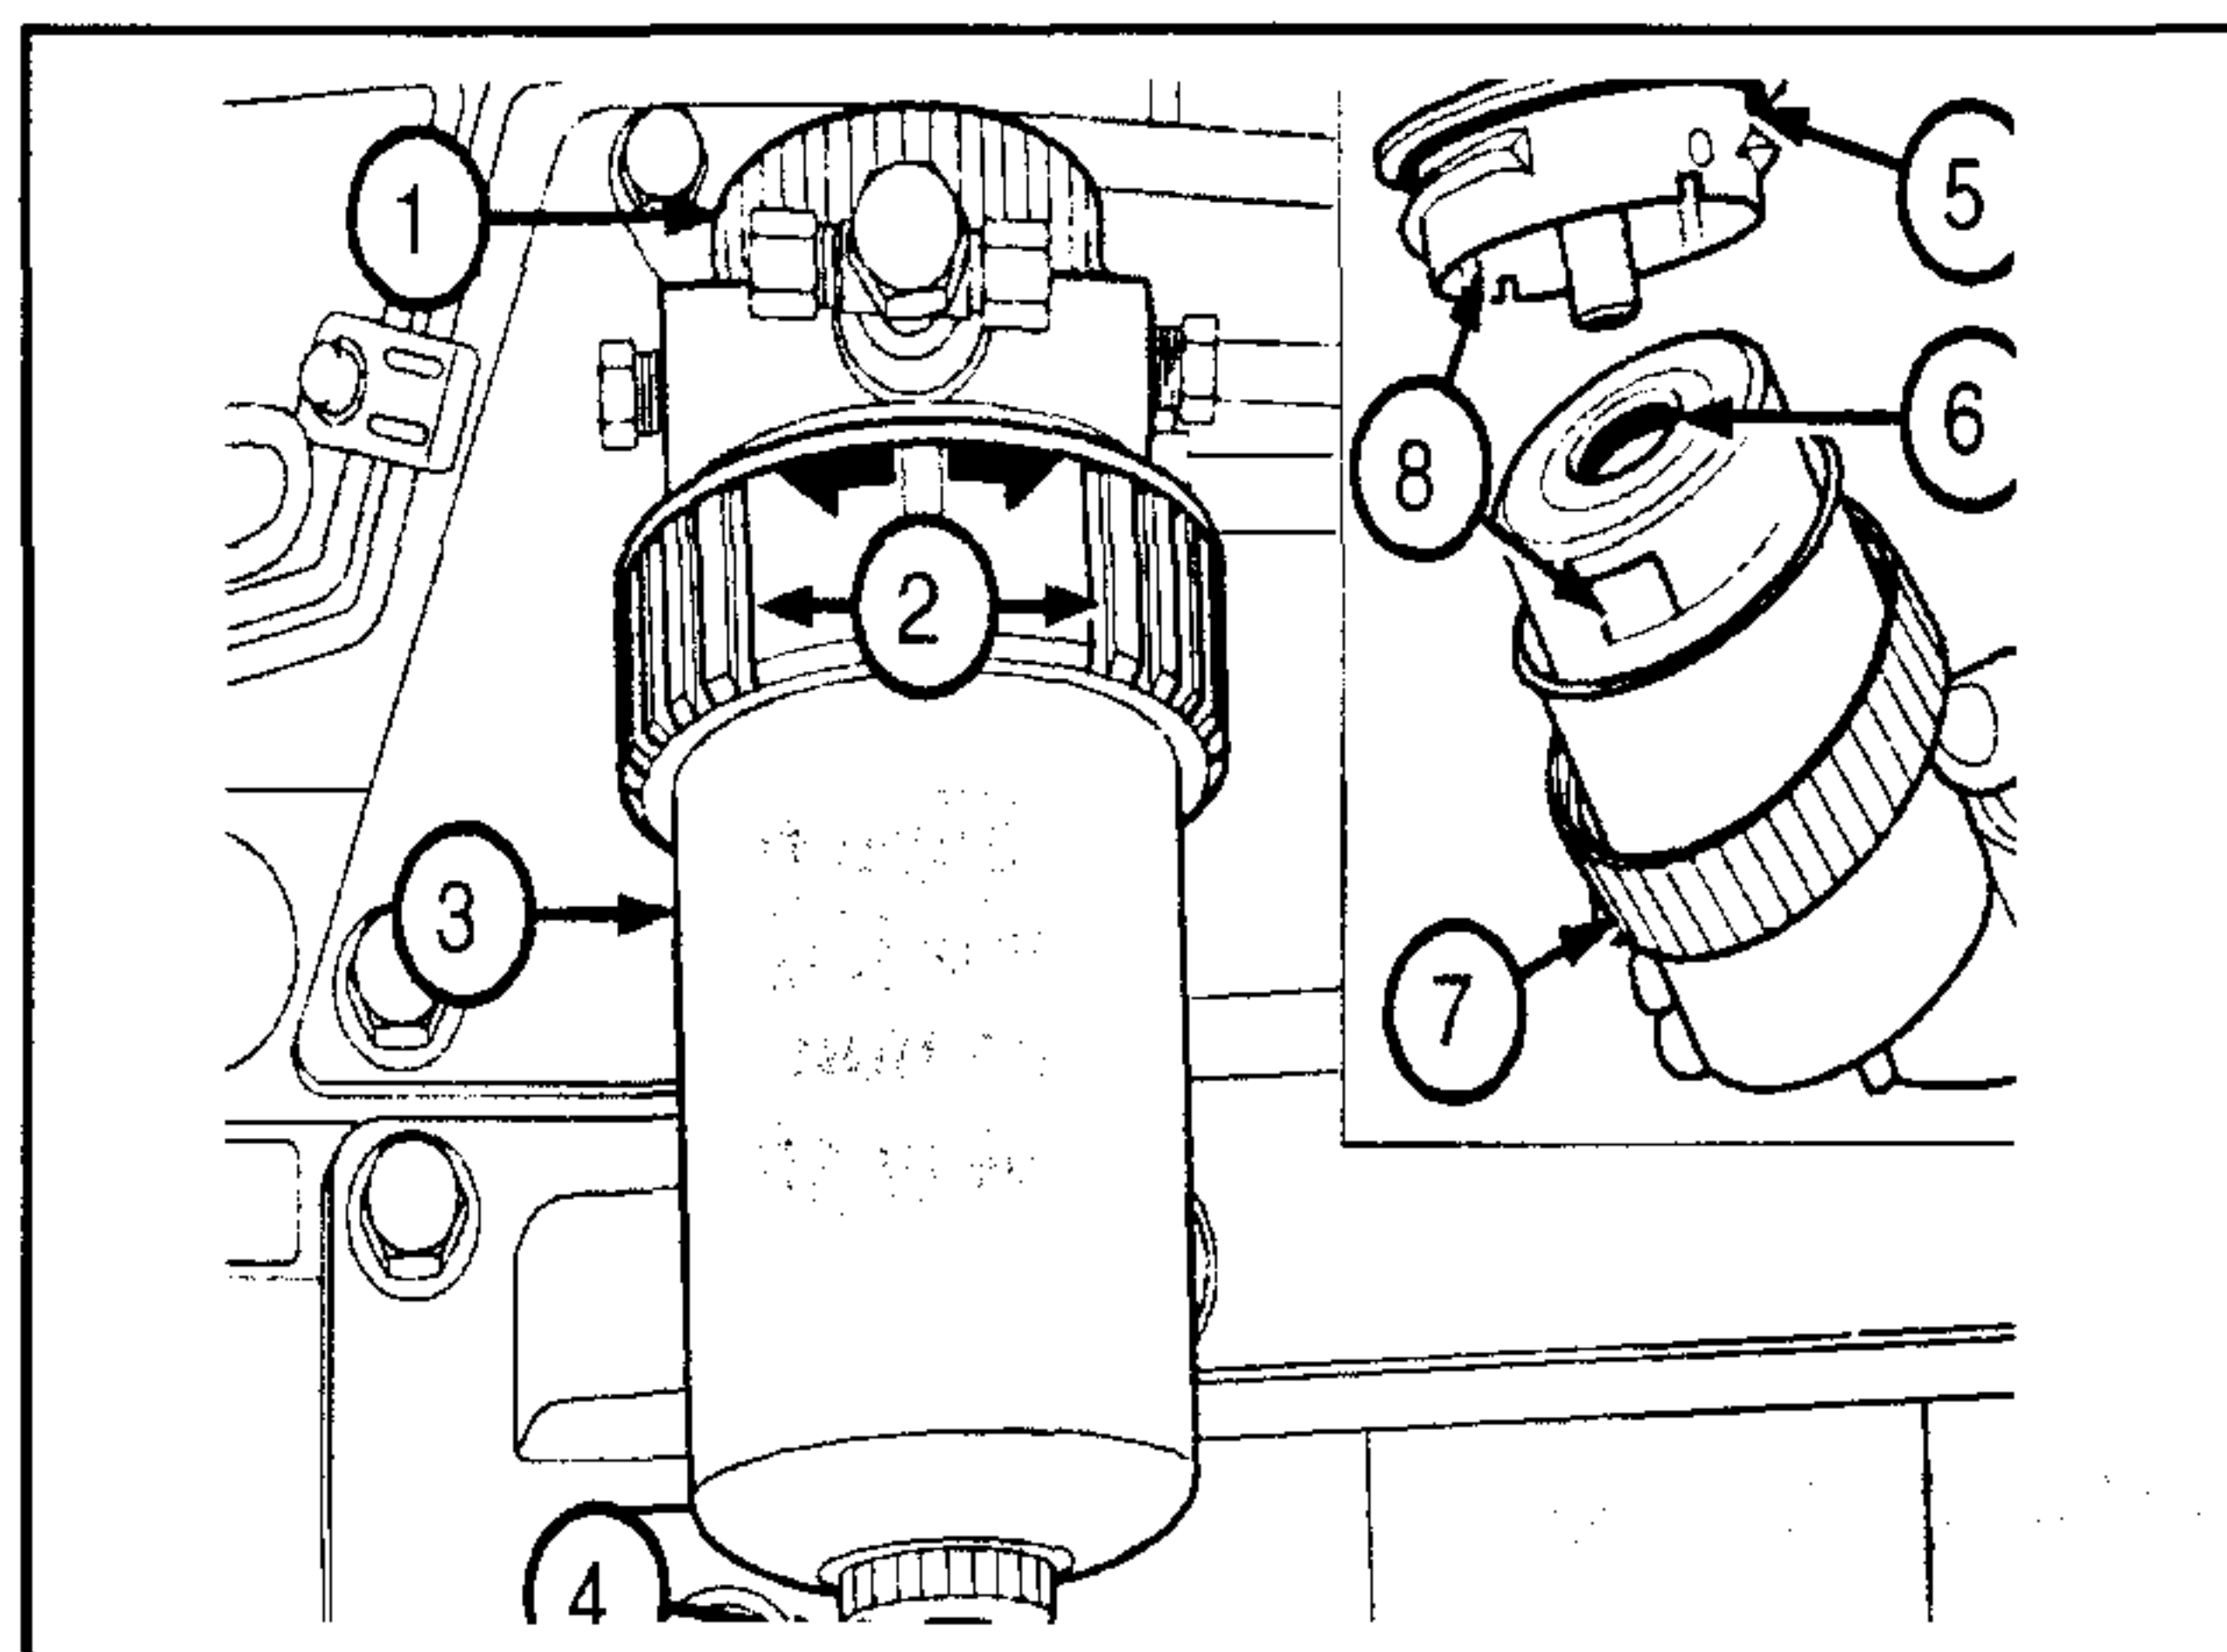

Fig.5-7 - Desmontaje del filtro combustible.
Operar del siguiente modo (Fig.5-7):
- 2 - aflojar la llave de descarga (4 fig. 5-7) en la base del filtro y dejar descargar el combustible.